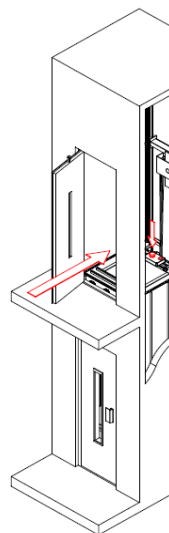

Fig.3
- 3) Pulsar el STOP situado en la caja de revisión y acceder al techo de cabina (Fig. 3)